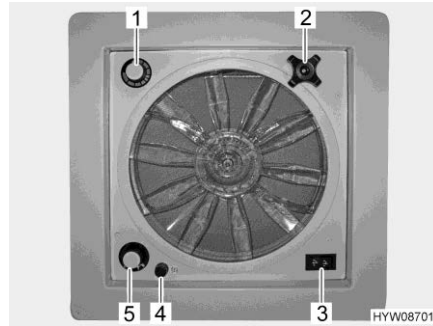

Fig. 78 Oblò con ventilatore
- Un fusibile da 4 A (Fig. 78,4) protegge da sovraccarico il motore del ventilatore. Se si verifica un sovraccarico: Per prima cosa individuare ed eliminare la causa (ad es. il ventilatore è sporco), poi sostituire il fusibile.
- Apertura oblò:** ■ Ruotare la maniglia girevole (Fig. 78,2), finché non si raggiunge l'angolo di apertura desiderato.
- Aerazione/sfiato:** ■ Portare l'interruttore a levetta (Fig. 78,3) su "Aerazione" (flusso d'aria dall'esterno verso l'interno) o "Sfiato" (flusso d'aria dall'interno verso l'esterno).
- Spegnimento del ventilatore:** ■ Portare l'interruttore a levetta (Fig. 78,3) sulla posizione centrale.
- Impostazione della velocità del ventilatore:** ■ Posizionare l'interruttore girevole (Fig. 78,5) sul grado desiderato:
- Impostazione della temperatura:** ■ Ruotare il termostato (Fig. 78,1) fino alla battuta in direzione "blu".
- Sostituzione del fusibile:** ■ Ruotare il cappuccio nero (Fig. 78,4) di un quarto di giro in senso antiorario.